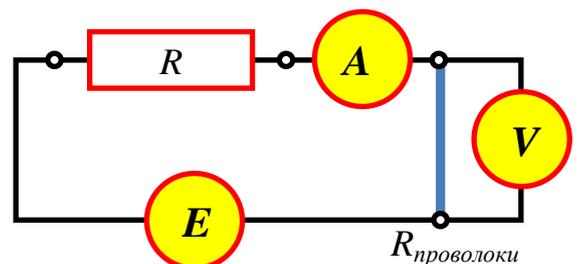

Рис. 12. Схема измерений сопротивления константановой проволоки.
1. Соберите электрическую схему, в соответствие с рис. 12, константановый провод возьмите по указанию преподавателя. $R = 470$ Ом. Проверьте, что диапазон измерения амперметра максимальный, цифровой мультиметр работает в режиме «V→». **Прежде, чем подключать блок питания, преподаватель должен проверить Вашу схему.**
8. Какова сила тока в цепи на рис. 12, если напряжение питания 30 В?